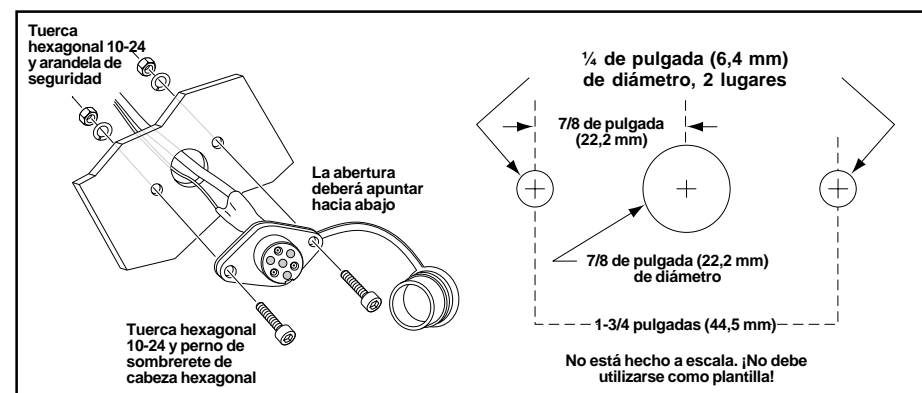

Figura 9: Instalación del tomacorriente remoto.
- Una vez determinada la ubicación de montaje para el tomacorriente remoto, haga tres taladros y proceda a instalarlo. (Consulte la figura 9.)